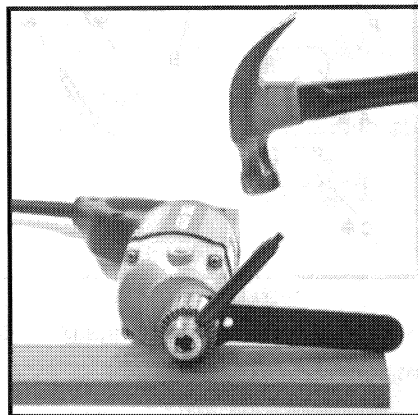

Fig. 2
Mettre les deux vis de mandrin (G), Fig. 2, sur le mandrin.